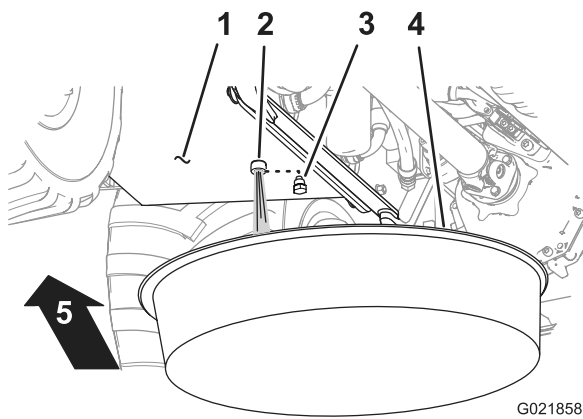

Figure 92
5. Enlevez le bouchon de vidange du réservoir hydraulique (situé sous le réservoir), et vidangez le réservoir (Figure 92).
7. Remettez le bouchon de vidange (Figure 92).